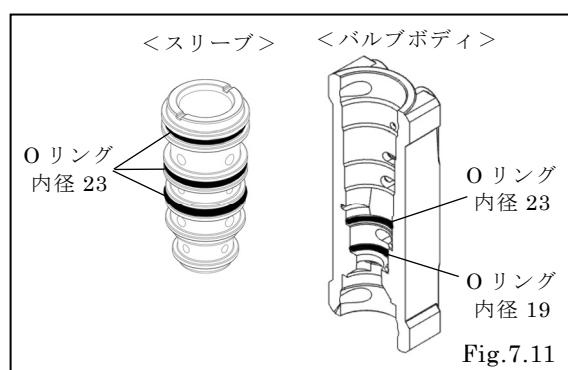

Fig.7.11
- ・スリーブ外周部のOリングは適切な位置に組み付けること。〔Fig.7.11〕
- ・2個のOリングはバルブボディ側に装着してからスリーブを挿入すること。〔Fig.7.11〕
- ・スリーブ組み付け時、バルブボディの穴にスリーブ穴の向きを合わせる。〔Fig.7.11〕